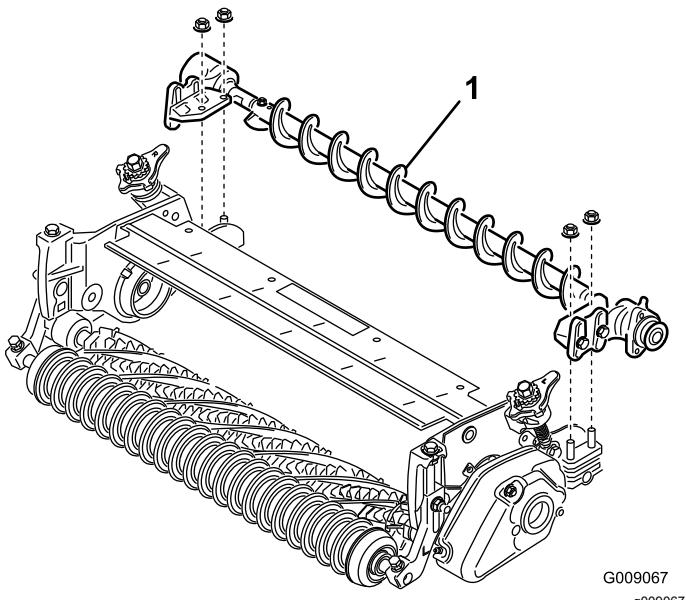

Figura 24
10. Posizionate le staffe di montaggio del gruppo spazzola per rulli sui bulloni della staffa del rullo (Figura 24). Fissate le staffe di montaggio del gruppo spazzola alle piastre laterali dell'apparato di taglio con i bulloni rimossi in precedenza.